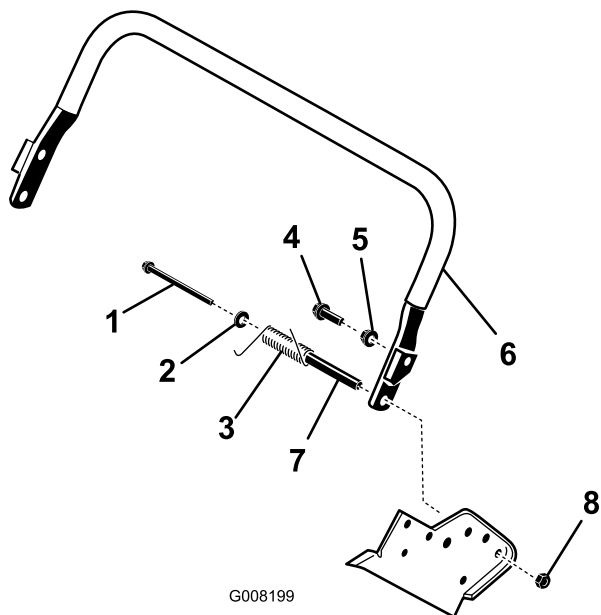

図 5
2. 小さいボルトにワッシャを通す。ボルト、ワッシャ、小さいスペーサ、ロックナットを使って、キックスタンドの右側をフレームに取り付ける（図 5）。ボルトはフレームの内側から外側に向かって使うこと；参照図 5。
重要 スプリングを取り付けるとき、スプリングの片方の端が後フレームの下側にくるようにする（図 5）。
5. ボルト、ワッシャ、大きいスペーサとスプリング、それにロックナットを使って、キックスタンドの左側をフレームに取り付ける（図 5）。ボルトはフレームの内側から外側に向かって使うこと；参照図 5。